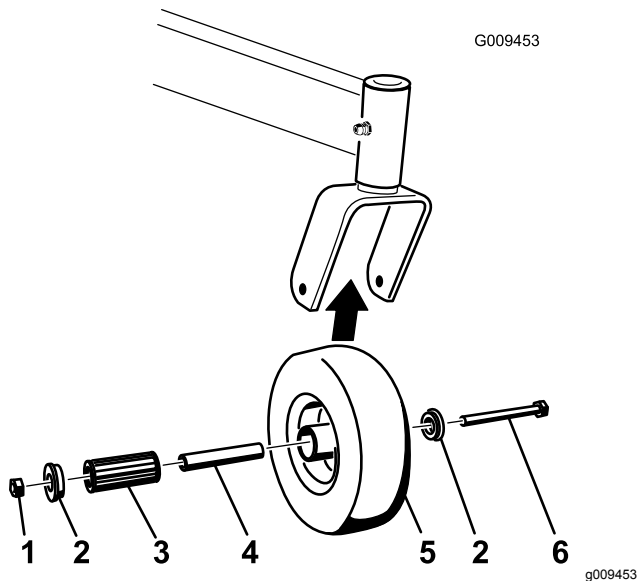

Bild 61
1. Entfernen Sie die Sicherungsmutter und die Radschraube, mit denen das Laufrad an der Laufradgabel befestigt ist (Bild 61).
2. Entfernen Sie eine Büchse und ziehen dann die Spannbüchse sowie das Rollenlager aus der Radnabe heraus (Bild 61).
3. Entfernen Sie die andere Büchse aus der Radnabe und entfernen Sie Fett- und Schmutzrückstände von der Nabe (Bild 61).
Hinweis: Tauschen Sie abgenutzte und beschädigte Teile aus (Bild 61).
5. Stecken Sie eine Büchse in die Radnabe (Bild 61).
6. Fetten Sie das Rollenlager und die Vierkantbüchse ein und schieben beide in die Radnabe (Bild 61).
7. Stecken Sie die zweite Büchse in die Radnabe (Bild 61).
8. Bringen Sie das Laufrad in der Laufradgabel an und befestigen Sie es mit der Radschraube und Sicherungsmutter (Bild 61).
9. Ziehen Sie die Sicherungsmutter so weit fest, dass die Vierkantbüchse auf die Innenseite der Laufradgabeln trifft (Bild 61).